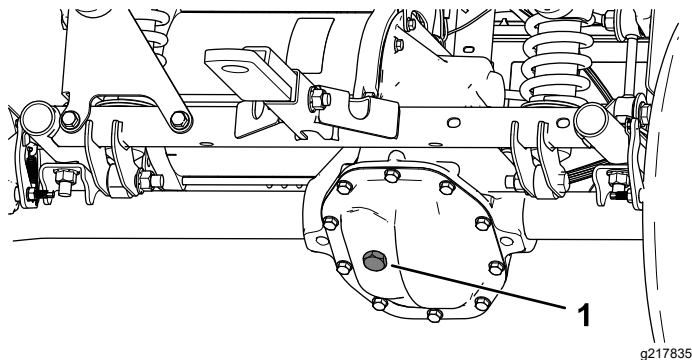

Figura 54
1. Retire el tapón de llenado del transeje (Figura 54).
2. Si el nivel de fluido es bajo, retire el tapón de llenado y añada fluido del tipo especificado hasta que salga del orificio (Figura 54).
4. Retire el tapón de llenado del transeje, y llene el transeje con el fluido especificado hasta que salga del orificio de llenado (Figura 54).